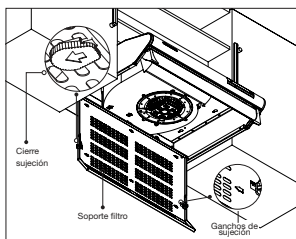

Fig. 35
1. Retire el soporte filtro presionando los dos cierres de sujeción en el sentido que indican las flechas, ver fig. 35. Retire el filtro de carbón activado, desdoble los ganchos de sujeción y hale hacia arriba, sustitúyalo por un filtro nuevo del mismo tipo.